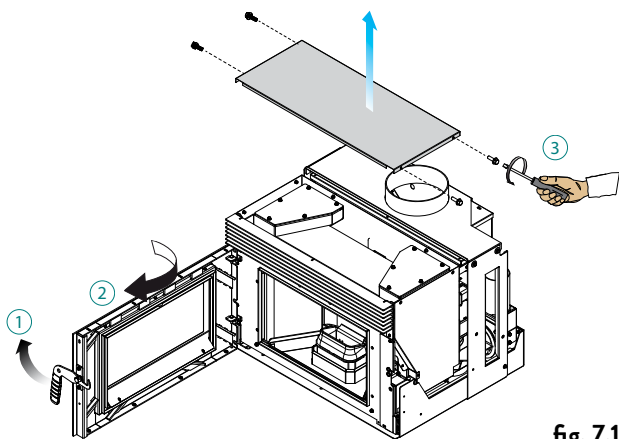

fig. 7.14
- A) aprire lo sportello (1), rimuovere il pannello superiore (2), svitare e rimuovere entrambi i tappi (3) (fig. 7.14)